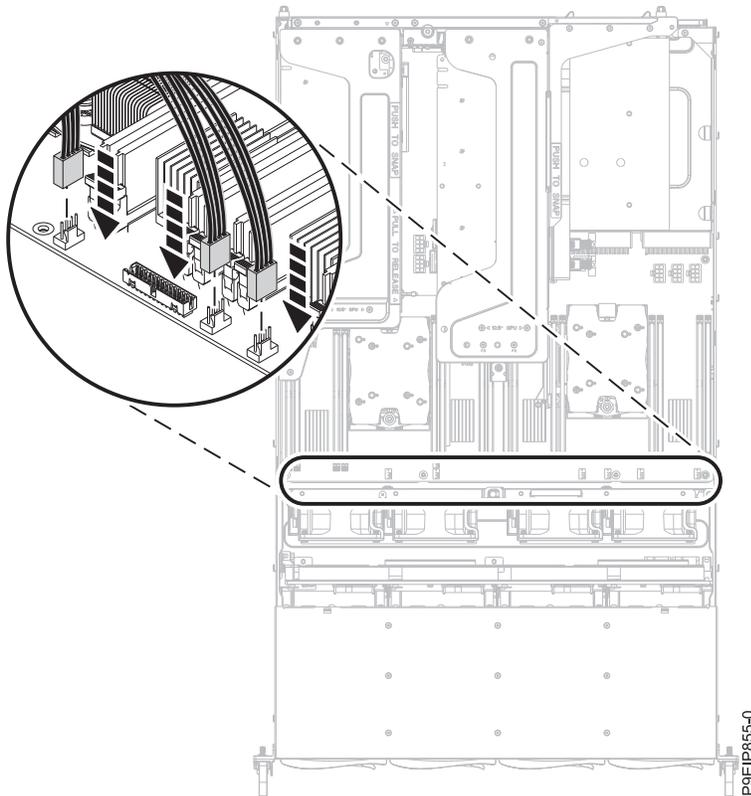

Figura 82. Conexión de los cables del ventilador
22. Conecte los cuatro cables de alimentación de ventilador a la placa posterior del sistema, como se muestra en la Figura 82 en la página 77.